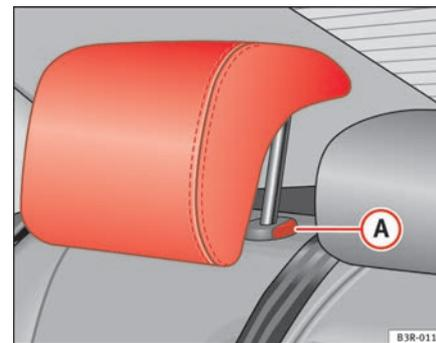

Fig. 111 Places latérales du siège arrière : Appuie-tête
- Appuyez sur la touche **A** ⇒ page 143, fig. 111 et baissez l'appuie-tête.
- Appuyez sur la touche **A** ⇒ page 143, fig. 111 et extrayez en même temps l'appuie-tête.